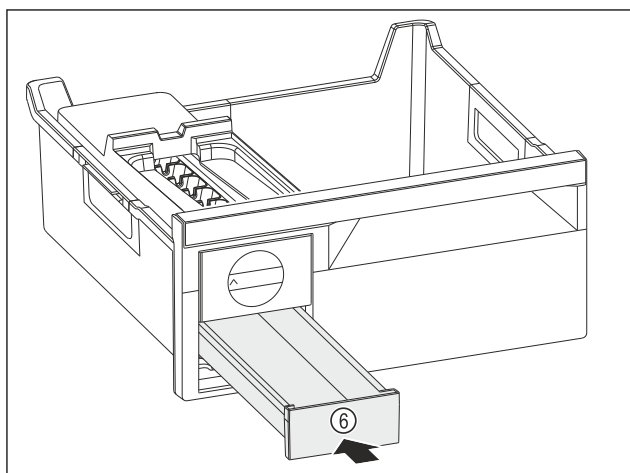

Fig. 136
- ▶ Umetnite Fig. 136 (6) pretinac za kockice leda.